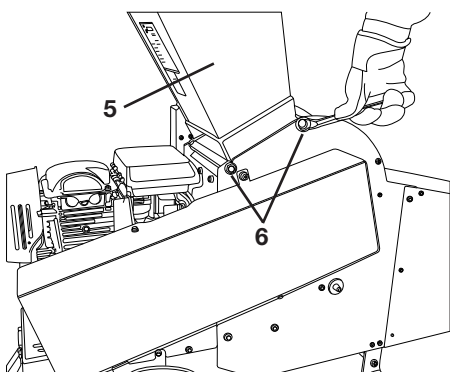

Bild 4
Drehen Sie die vier Befestigungsschrauben (6) (SW 15) im oberen Einfülltrichter nur etwa 2-3 Gewindegänge in die Gewindebohrungen (siehe „Bild 4“).